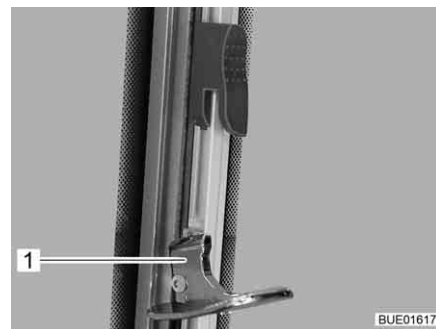

Fig. 109 Fenêtre coulissante avec verrouillage pivotant (déverrouillé)
- Faire basculer le dispositif de verrouillage (Fig. 109,1) vers l'intérieur.
- Faire pivoter le dispositif de verrouillage (Fig. 109,1) vers l'extérieur.